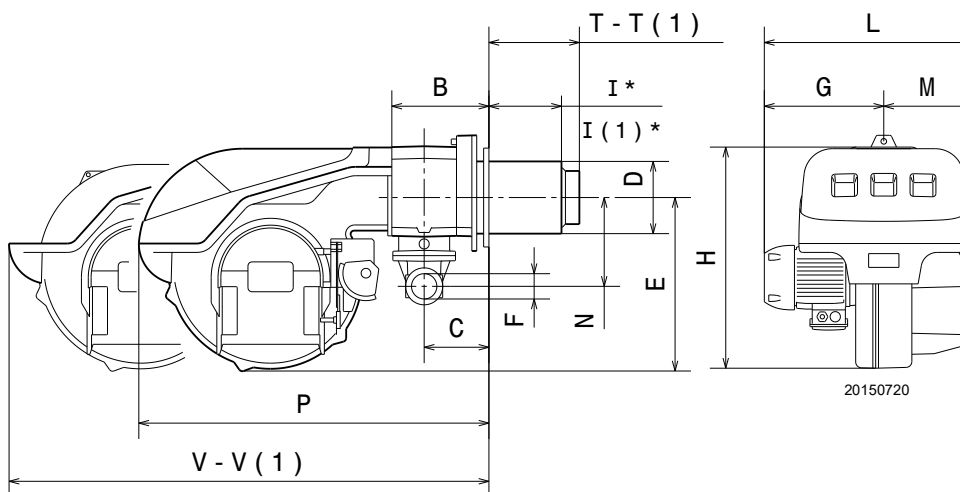

Fig. 1
Dimensiunile arzătorului sunt menționate în Fig. 1.
* Grosimea maximă a ușii centralei se referă la dimensiunea „I” (Fig. 1 la pag. 8).